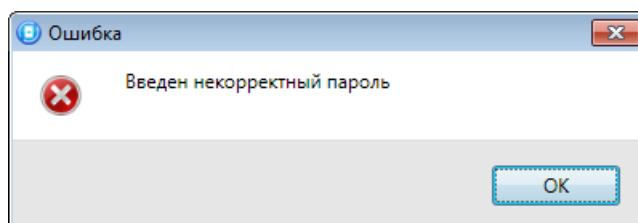

Рис. 5.24. Сообщение об ошибке
**Внимание!** Для регистрации кода или электронного ключа необходимо, чтобы соответствующий способ постановки/снятия (*Электронный ключ*, *Клавиатура Мираж-КД*, *STEMAX TM*, *STEMAX RFID*) был предварительно выбран на вкладке *Параметры* в раскрывающемся списке *Способ управления постановкой/снятием*. В противном случае ввод не будет принят и появится сообщение об ошибке (Рис. 5.24).